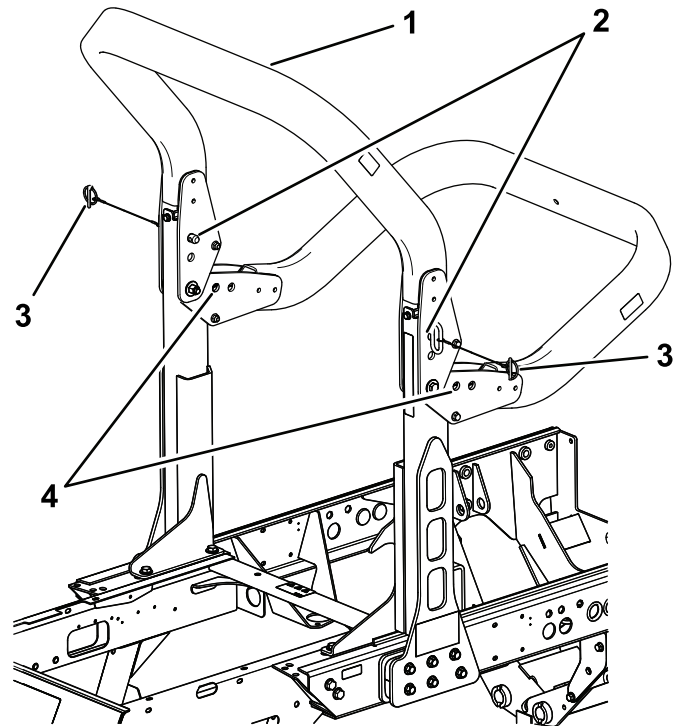

Figura 74
2. Sostenete il peso del telaio superiore del roll bar mentre rimuovete i perni a scatto e i perni con testa dalle staffe orientabili (Figura 74).